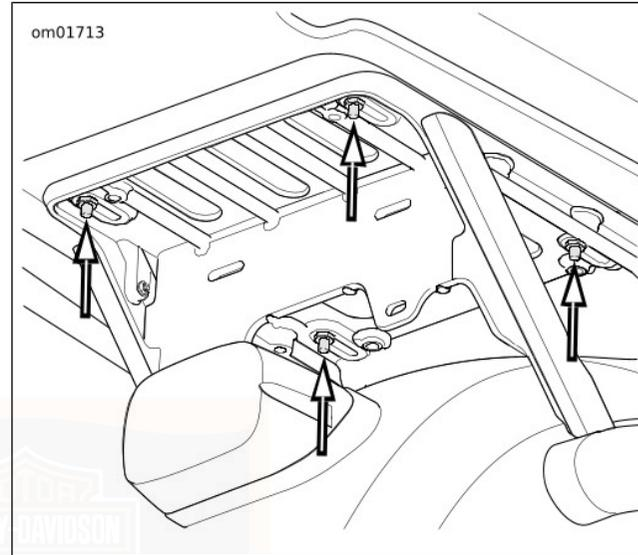

Abbildung 62. Einstellen der Tour-Pak-Position
1. Siehe Abbildung 62. Die vier Muttern lösen, mit denen der Tour-Pak am Träger befestigt ist.